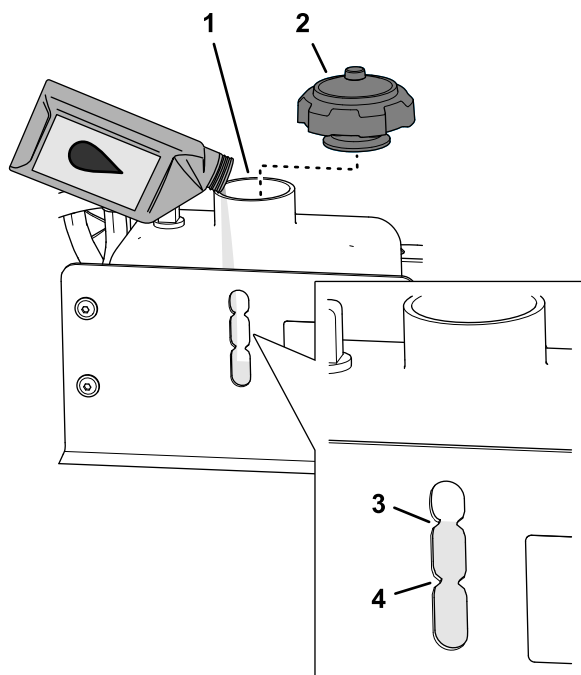

Figura 99
3. Compruebe el nivel de fluido hidráulico del depósito (Figura 99).
- A. Retire el tapón (Figura 99).
- B. Añada fluido hidráulico del tipo especificado hasta que llegue a la marca Lleno de la mirilla del nivel de fluido hidráulico (Figura 99); consulte Especificación del fluido hidráulico (página 71).
- C. Instale el tapón (Figura 99).